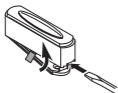

Figure 1
1. **Retirez la languette orange de la pile du bouton-poussoir.** Ôtez la partie arrière du boîtier en enfonçant la patte du bas au moyen d'un petit tournevis (voir la Figure 1). Retirez la languette orange.
- **Au moyen de vis :** Pour faire l'installation avec les vis, enlevez le dos du boîtier en poussant sur les agrafes de la base avec un tournevis (voir la Figure 1). *Note :* Enlevez les débris des trous de vis (au besoin) avant d'installer les vis. Fixez le dos du boîtier au chambranle ou au mur (voir la Figure 4). Enclenchez la partie avant de l'unité de bouton-poussoir en place.